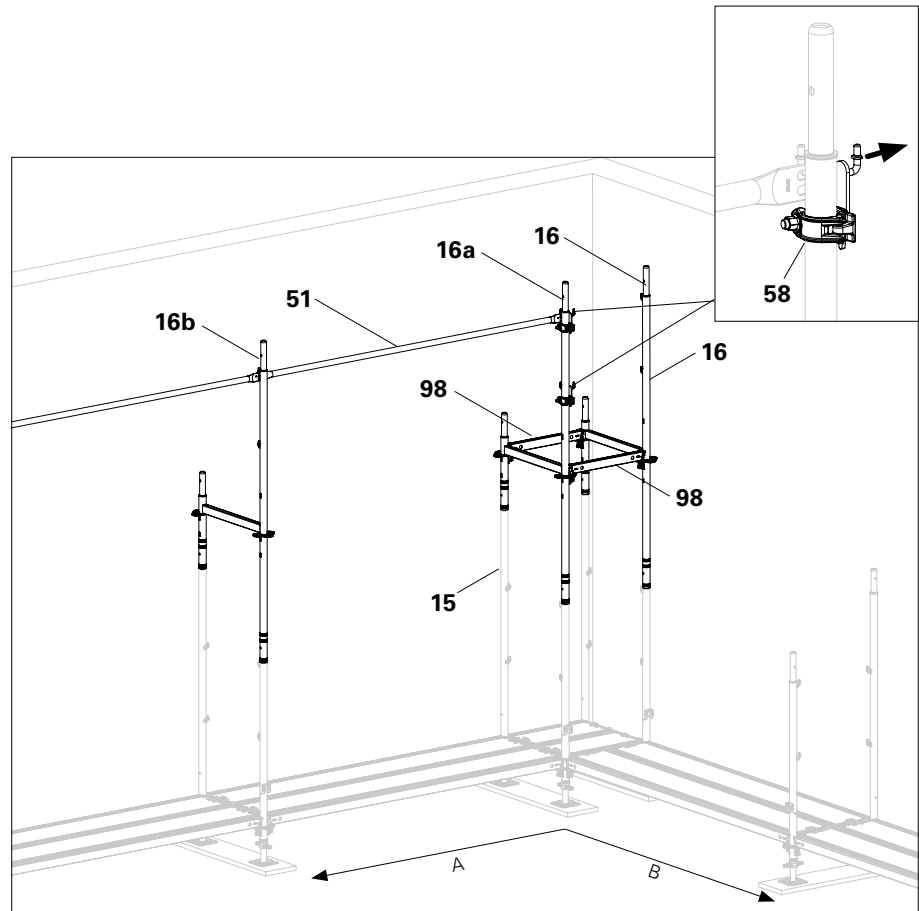

Abb. B6.08
1. Easyrahmen EVF (16) auf Basisrahmen EVB (15) in der Ecke aufsetzen.
2. Zwei Geländerkupplungen EPR (58) am Außenrohr des zweiten Easyrahmens EVF (16a) vormontieren.
4. Easyrahmen EVF mit Horizontalriegel UH Plus 67 (98) verbinden. Keile festschlagen.
5. Geländerholm EPG (51) für 1. Gerüstfeld (A) an Geländerpin des Easyrahmens (16.a) von darunter liegender Lage einhängen.
6. Andere Seite des Geländerholmes EPG an Easyrahmen EVF (16b) montieren und aufsetzen. (Abb. B6.08)